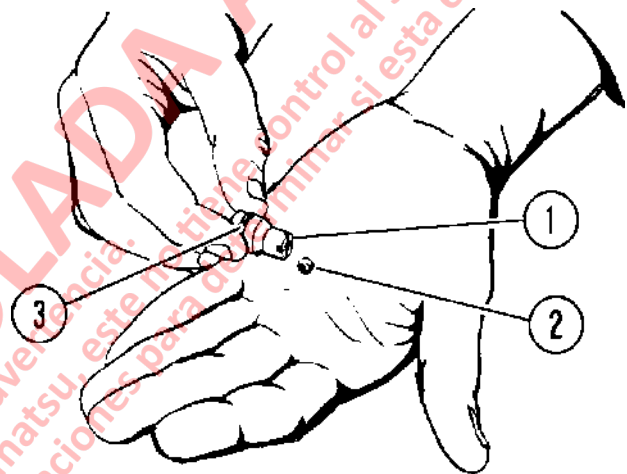

FIGURA 8-7. CABEZAL MOVIL Y BOLA
3. Desmonte el cabezal móvil (1, Figura 8-7) de la cubierta del carrete. Saque y deseche O-Ring (3).